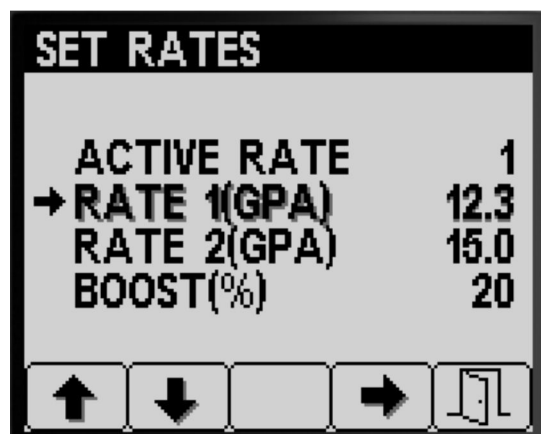

Figure 6
1. Appuyez sur le bouton 1 ou 2 pour naviguer jusqu'à l'option DÉBIT 1 ou DÉBIT 2 (Figure 6).
2. Appuyez sur le bouton 4 pour sélectionner l'option DÉBIT de pulvérisation (Figure 6).